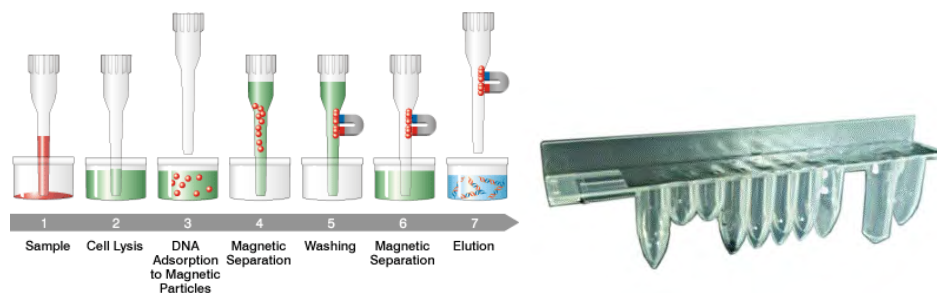

Figura 1-5: Principio di estrazione di acidi nucleici e cassetta di estrazione ELITE InGenius SP 200
- Il kit di reagenti è stato ottimizzato per l'isolamento di acidi nucleici da campioni di 200 µl (Figura 1-5: Cassetta di estrazione ELITE InGenius – SP200 e principio di estrazione).